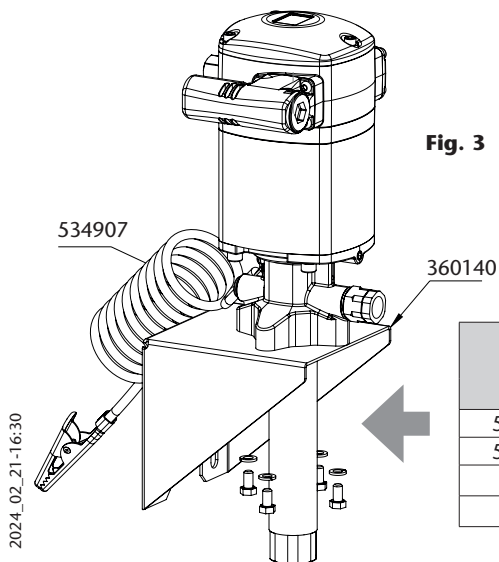

Fig. 3
- Montage mural et fixation par bride avec vis. Insérez la pompe à travers le support mural (360140) et la fixer avec 4 vis M8 (Fig. 3).